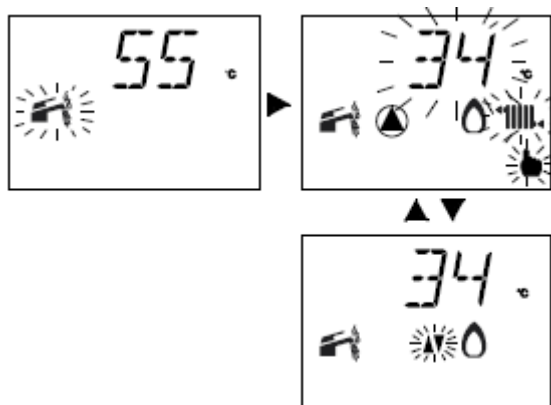

Рис. 7.7
- На дисплее LCD изменение обозначается чередующимся зажиганием символов, изображённых на рис.7.7. (Пример: тепловая мощность отопления на максимуме).